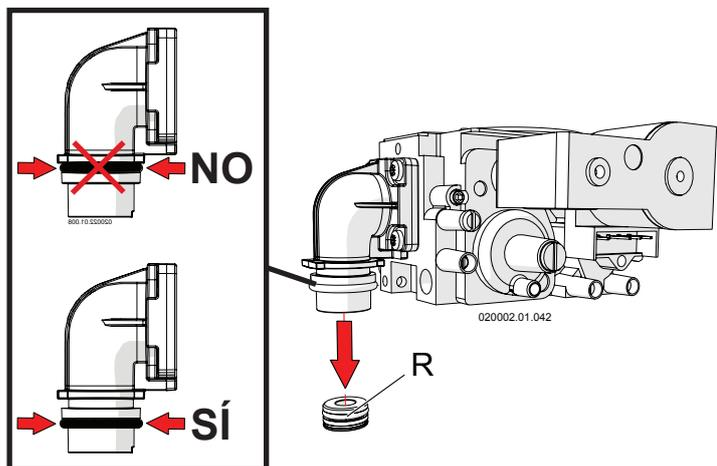

Figura 6-5 - Sustitución de inyector de gas
- 10.- Sustituya el inyector del gas "R" (véase la Figura 6-5) por el apropiado según lo indicado en la Figura 6-7 en el punto "Diámetro de inyector de gas";